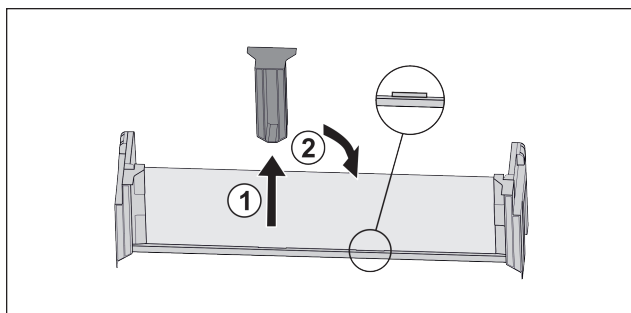

Fig. 92
- ▶ Træk den midterste holdedel ud Fig. 92 (1).
- ▶ Sæt den midterste holdedel i på den anden position *Fig. 92 (2)*.